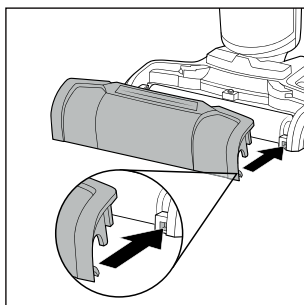

Rys. 39
- ♦ Ponownie zamontuj wałek szczotkowy **6** i osłonę przeciwbryzgową **7** w urządzeniu, najpierw umieszczając wałek szczotkowy **6** w uchwycie po prawej stronie podstawy **3** (patrz rys. 39).